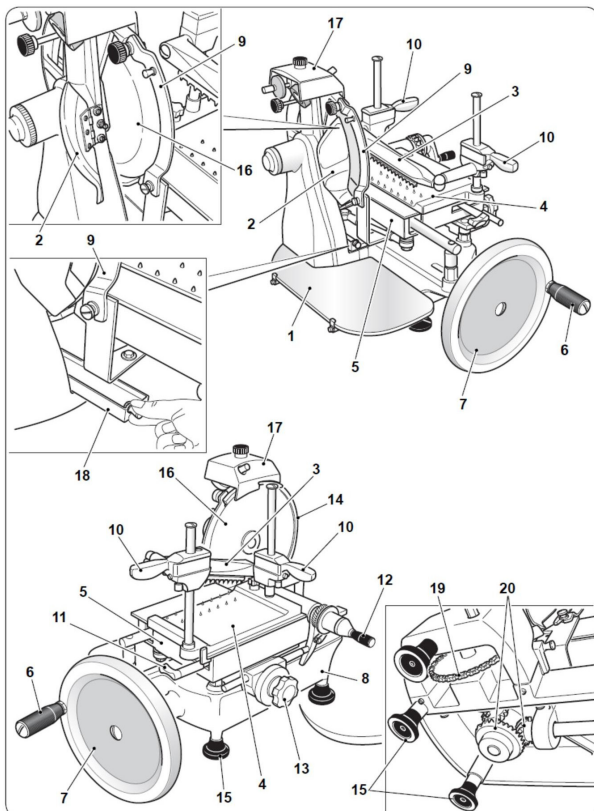

Fig. 2
ADVERTENCIA: SIEMPRE limpiar la hoja (Fig. 2, # 16) con el protector de la hoja (Fig. 2, No. 9) equipados.
No utilice detergentes para limpiar la hoja (Fig. 2, No. 16).
- **Engrasar carril de guía de carro (Fig. 2, nº 5) y el soporte del producto (Fig. 2, # 4) y los puntos de lubricación.**
- **Engrasar la cadena (Fig. 2, # 19) y el engranaje cónico (Fig. 2, No. 20).**
- Afilar la hoja (Fig. 2, No. 16) de forma periódica o por lo menos una vez cada 6 meses.
- Retire la bandeja de recogida de grasa (Fig. 2, # 18) y el aceite de la boquilla (figura 29).
ADVERTENCIA: SIEMPRE trabajar con el protector de la hoja (Fig. 2, No. 9) equipados adecuadamente.
- Girar el volante (Fig. 2, # 7) mientras pulsa el botón "X" y llevar a cabo alrededor de 20 a 30 revoluciones blade.
- Girar el volante (Fig. 2, # 7) de nuevo mientras pulsa el botón de “K” y realizar 1 ó 2 vueltas de hoja.
- Levante la máquina de cortar y aplicar 3 a 4 gotas de lubricante suministrado a la cadena (Fig. 2, # 19) y los engranajes (Fig. 2, # 20).
ADVERTENCIA: Siempre consulte Omcan lo que respecta a la retirada y eliminación de la hoja (Fig 2, # 16.) Por lo que la eliminación puede realizarse con total seguridad.